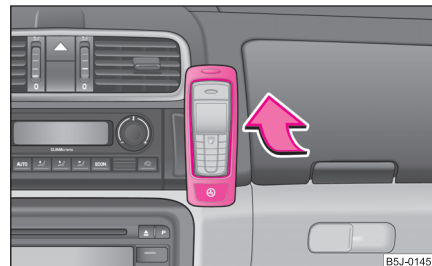

Fig. 113 Pré-équipement téléphonique universel pour le téléphone
- Poussez d'abord l'adaptateur dans le sens de la flèche ⇒ fig. 113 jusqu'à la butée dans le support. Faites légèrement descendre l'adaptateur afin qu'il se bloque.
- Appuyez simultanément sur les verrouillages latéraux du support et sortez celui-ci et l'adaptateur ⇒ fig. 113.